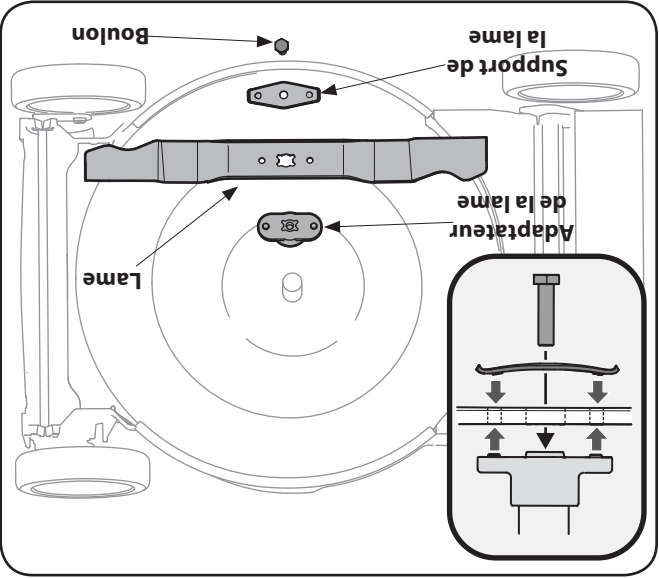

Figure 7-1
2. Enlevez le boulon et le support de la lame qui maintiennent la lame et l'adaptateur sur le vilebrequin. Voir la Fig. 7-1.
3. Dégazez la lame et l'adaptateur du vilebrequin. Voir la Fig. 7-1.
- pendant le fonctionnement. Assurez-vous que la lame est bien alignée et qu'elle repose sur les paliers de l'adaptateur. Voir le détail de la Figure 7-1.